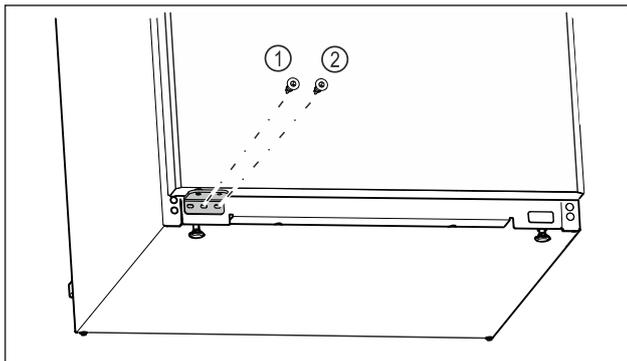

Fig. 25
- ▶ Srednji vijak ležajnog postolja Fig. 25 (1) pritegnite odvijačem Torx 20.
- ▶ Unutarnji vijak ležajnog postolja Fig. 25 (2) pritegnite odvijačem Torx 20.